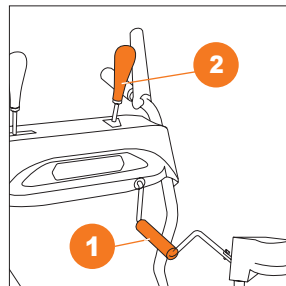

Рис. 23
- Для регулировки направления и дальности выброса на DAST 6560 и DAST 7565 воспользуйтесь ручкой изменения направления ❶ и рычагом регулировки дальности ❷ (Рис. 23).